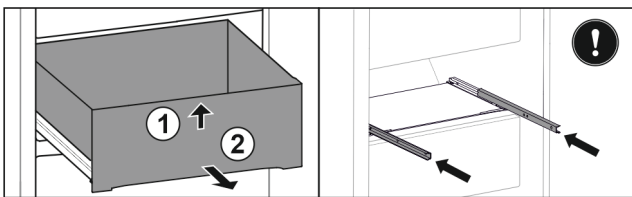

Fig. 158
- ▶ Підняти висувний ящик спереду. Fig. 158 (1)
- ▶ Вийняти висувний ящик рухом вперед. Fig. 158 (2)